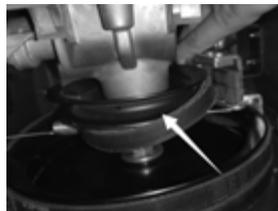

Рис. 35
6. Нажмите на рычаг управления движением, чтобы отпустить тормоз ремня, затем снимите ремень привода колес с ведомого шкива и извлеките его (рис. 35).
8. Установите ремень на ведомый шкив (рис. 35).